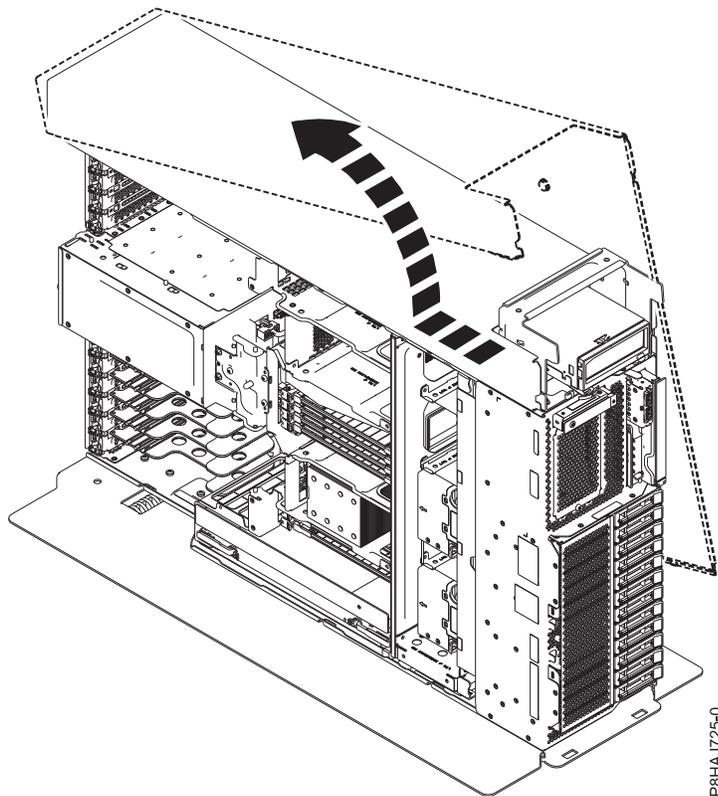

Abbildung 18. Seitenabdeckung bei einem eigenständigen System vom Typ 8286-41A ausbauen
5. Schieben Sie die Seitenabdeckung in der in Abb. 18 dargestellten Richtung vom System.